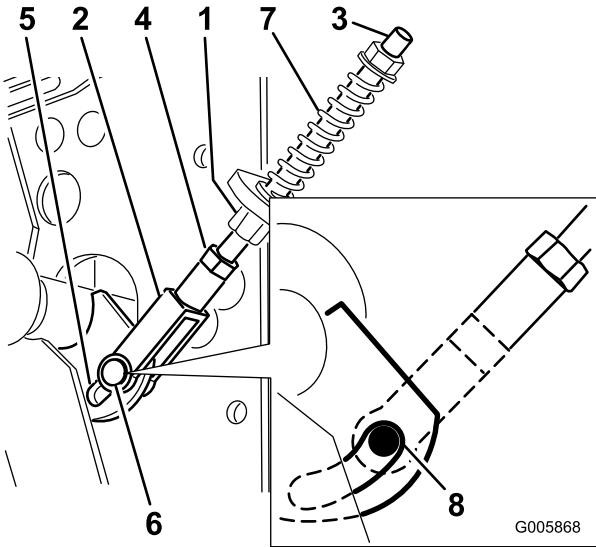

Figura 52
3. Ajuste la longitud de la varilla de punto muerto en ambos lados de la máquina hasta que el pasador de la horquilla entre en contacto con la parte de atrás de la ranura del soporte del brazo de control (Figura 52).
6. Si la rueda gira con la palanca de avance en punto muerto, la varilla de punto muerto debe ser ajustada (Figura 52). Si la rueda se detiene, vaya a Ajuste de la varilla de control.
7. Afloje la tuerca de la horquilla (Figura 52).
8. Ajuste la varilla de ajuste hasta que la rueda motriz correspondiente deje de girar, sujetando la palanca en la posición de punto muerto (mayor resistencia) (Figura 52).
- de vuelta aproximadamente en el sentido contrario a las agujas del reloj si la rueda gira hacia adelante (Figura 52).